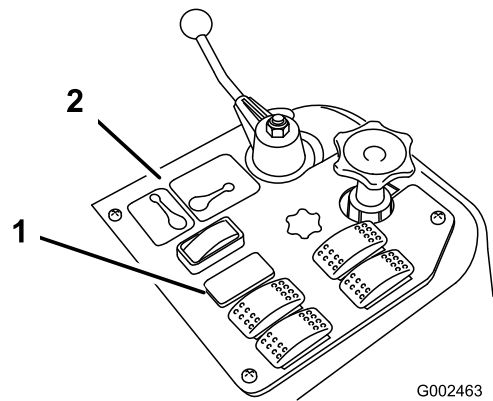
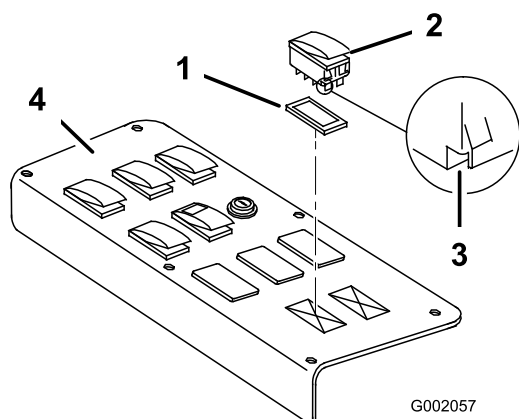

図 17
図 18
1. 散布コントロールパネルを外して下側を露出させる (1200 用は図 17、1250 用は図 18)。
2. 車両の散布コントロールパネルのソニックブーム用のスロットにはめてあるプラグを打ち抜き、付属のロッカースイッチを取り付ける (1250 用は図 17、1200 用は 図 18)。
注 スイッチの向きが 図 18 と同じになっていることを確認してください； ノッチが車両後方を向いているのが正しい取り付け方です。